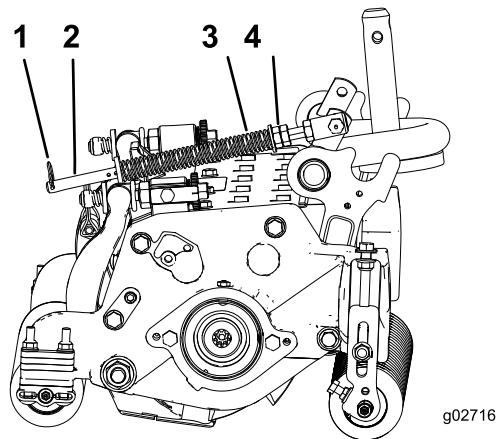

Figura 19
1. Verificate che la coppiglia sia montata nel foro posteriore dell'asta della molla (Figura 19).
2. Serrate i dadi esagonali sul lato anteriore dell'asta della molla, finché la lunghezza compresa della molla non è di 15,9 cm (Figura 19).